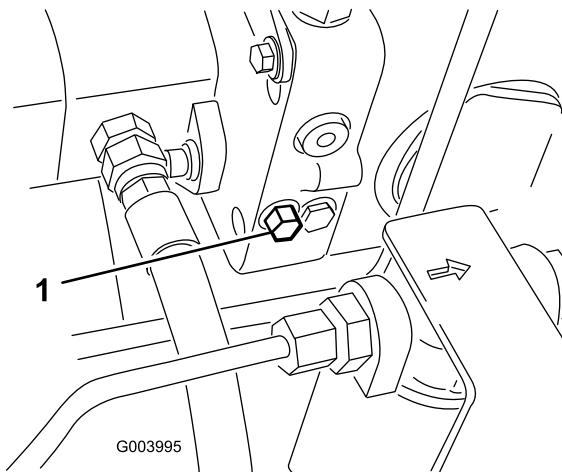

Figura 24
1. La válvula de desvío está situada en el lado izquierdo del hidrostato (Figura 24). Gire el perno una vuelta y media para abrirla y dejar pasar el aceite internamente. Puesto que el fluido se desvía, la máquina puede ser movida lentamente sin dañar la transmisión.